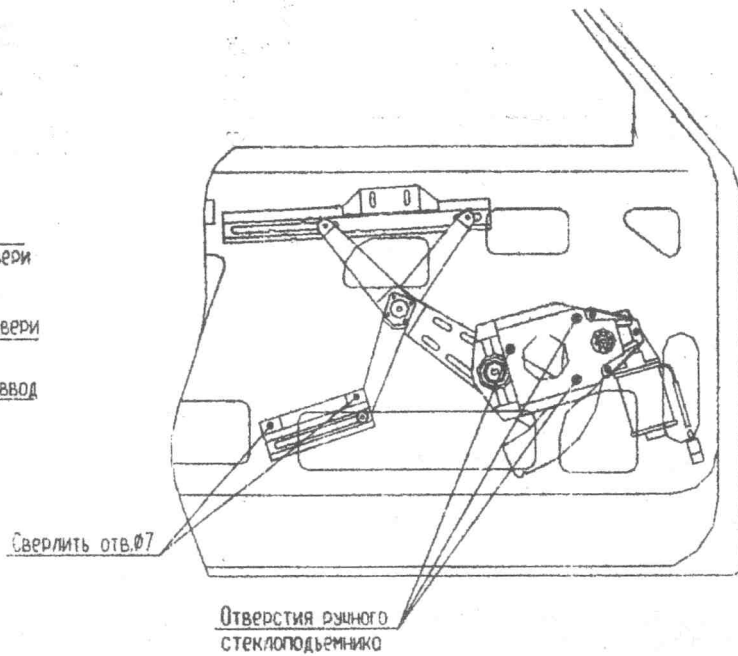

Рис.3 Установка ЗСП в левую переднюю дверь
4.7. Установить ЭСП в дверь в соответствии с рис.3 и 4. Закрепить основание ЭСП гайками М6 с установкой стопорных шайб. Короткую направляющую закрепить штатными винтами М6. левый ЭСП обозначен «Л», правый «П».